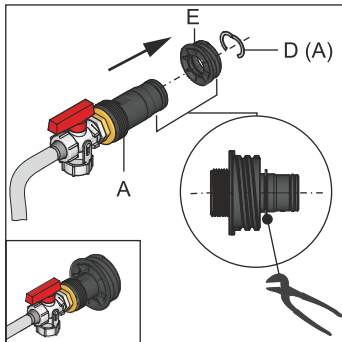

Fig. 29-3 Compléter le raccord de remplissage KFE
- 1 Introduire le raccord de remplissage KFE dans la pièce filetée (Fig. 29-3, pos. E) et le fixer avec la pièce de serrage (Fig. 29-3, pos. D).